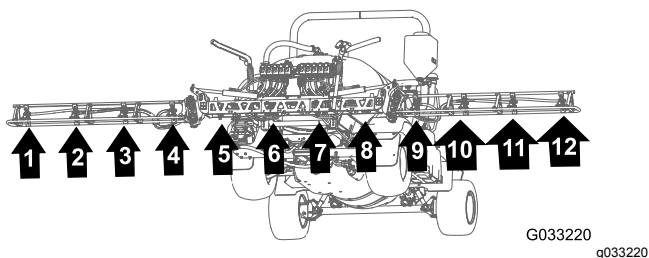

图 141
- 将喷嘴 7、8、9 和 10 的软管穿过中央喷洒臂段的右外侧端的 R 形夹图 141 和图 142。
- 如 图 141 和 图 142 所示将 279cm 供水软管和宝塔软管柄 3/4 英寸沿喷洒臂段连接至喷嘴 1 和 10。
- 如 图 141 和 图 142 所示将 234cm 供水软管和宝塔软管柄 3/4 英寸沿喷洒臂段连接至喷嘴 2 和 9。
- 如 图 141 和 图 142 所示将 188cm 供水软管和宝塔软管柄 3/4 英寸沿喷洒臂段连接至喷嘴 3 和 8。
- 如 图 141 和 图 142 所示将 188cm 供水软管和宝塔软管柄 3/4 英寸沿喷洒臂段连接至喷嘴 4 和 7。
- 将喷嘴 1、2、3 和 4 的软管穿过中央喷洒臂段的左外侧端的 R 形夹图 141 和图 142。